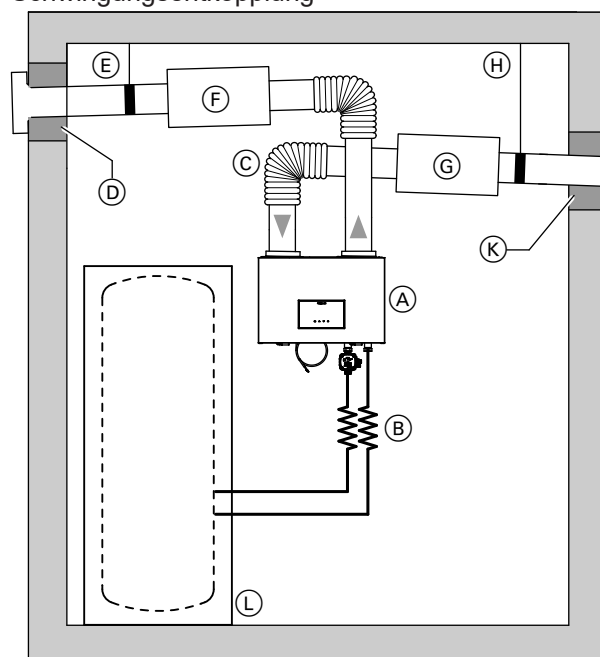

Abb. 22
- Leitungen, Wanddurchführungen und Anschlüsse an die Warmwasser-Wärmepumpe können zur Geräuschreduzierung schwingungsgedämpft ausgeführt werden: Siehe Abb. 22.